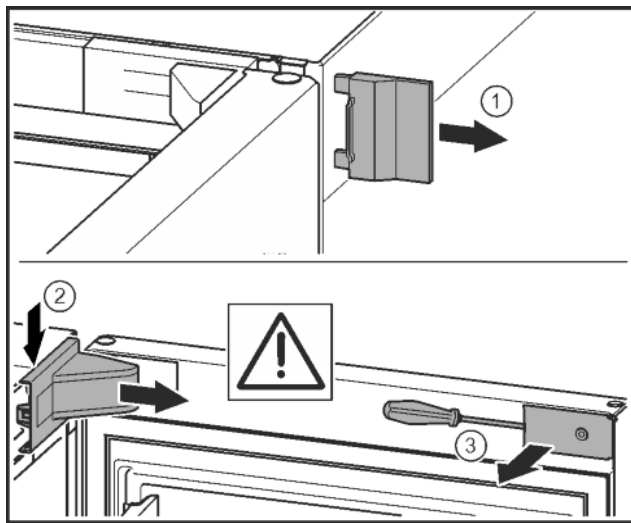

Fig. 10
- ▶ Свалете външния капак. Fig. 10 (1)
- ▶ Освободете и развийте капачката на лагерната стойка. Свалете капачката на лагерната стойка. Fig. 10 (2)
- ▶ Освободете капачката с плоска отвертка и я завъртете настрани. Fig. 10 (3)